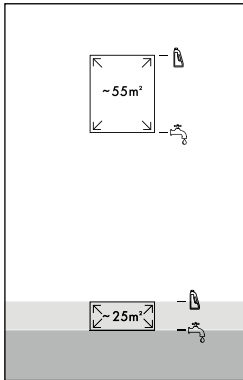

Abb. 8
- ◆ Füllen Sie für kleine Flächen  (bis zu 25 m²) Leitungswasser oder destilliertes Wasser bis zur ersten Füllstand-Markierung  in den Frischwasserbehälter **11** (siehe Abb. 8).
- ◆ Füllen Sie für kleine Flächen  (bis zu 25 m²) Reinigungsmittel bis zur zweiten Füllstand-Markierung  in den Frischwasserbehälter **11** (siehe Abb. 8).